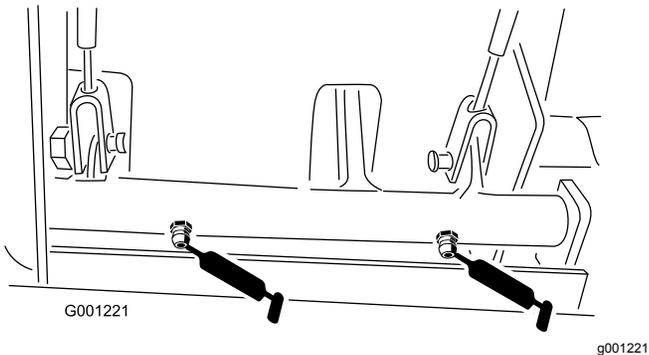

Рисунок 36
- Втулки оси поворота тормоза (Рисунок 36)
- Тросы тормоза (со стороны ведущего колеса и педали тормоза) (Рисунок 36)